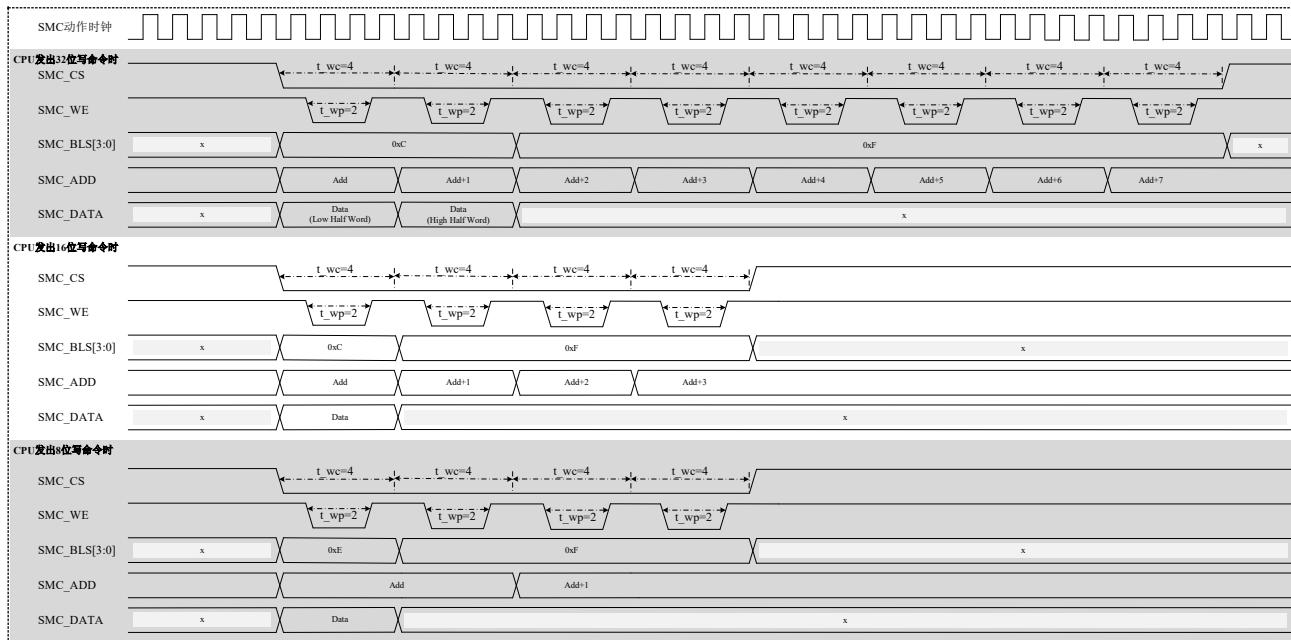
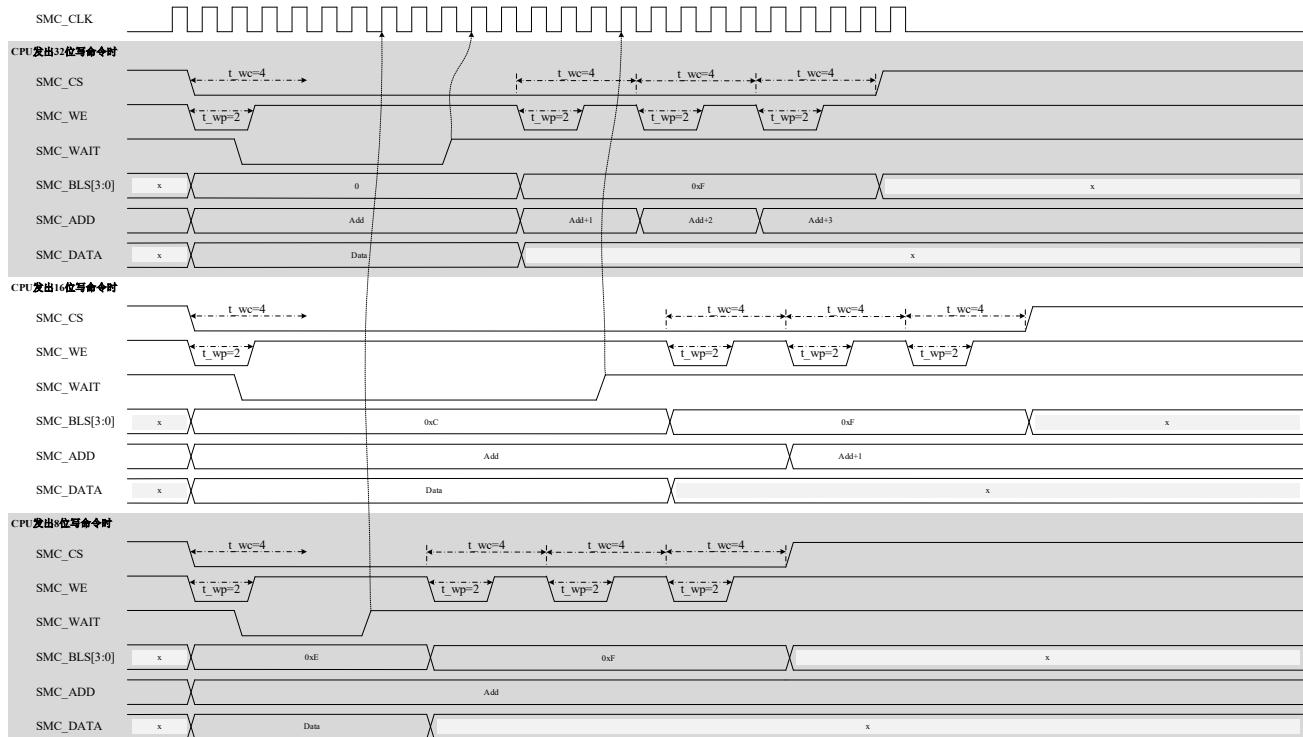

图 40-14 单次写动作基本时序 (异步方式 (WSYN=0) &16 位位宽 (MW=01) &BLS=0)
图 40-17 单次写动作基本时序 (同步方式 (WSYN=1) &32 位位宽 (MW=10) &BLS=0)
c) 表 40-9 和图 40-14~图 40-17 是单次写动作的基本时序图和设定例。